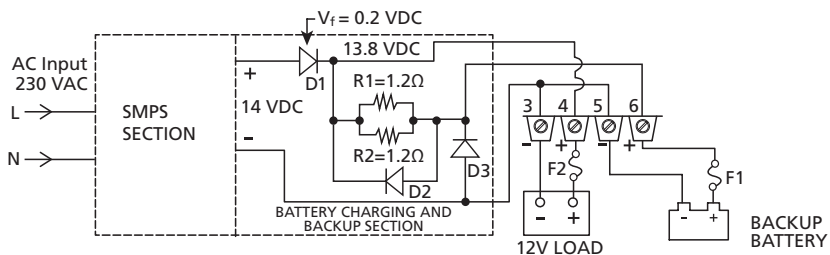

Abbildung 3.1 Schaltplan - Batterieladung / Backup
Bitte beachten Sie den Schaltplan in Abbildung 3.1.
Bitte beachten Sie Abbildung 3.1
- Zweig 2 für Batterieladung und Backup:** Zum Batterie-positiven Anschluss (6 in Abbildung 3.1) über 2 x 1,2 Ohm parallel geschaltete Widerstände R1 und R2 (2 x 1,2 Ohm parallel geschaltete Widerstände haben einen effektiven
Unter Verwendung der oben genannten Gleichung 1 wird festgestellt, dass der effektive Serienwiderstand von $0,6 \text{ Ohm}$ den Ladestrom begrenzt. Der Ladestrom wird höher sein, wenn die Batterie stärker entladen ist, und wird sich progressiv reduzieren, wenn die Batteriespannung steigt, während sie geladen wird. Der bewertete Ladestrom von 4A basiert auf der Versorgungseinheit, die 21A zur Last liefert, und gleichzeitig eine typische 100-Amperestunden (Ah) Batterie lädt, die auf 11,1V entladen ist (70% entladen bei Entladungsrate von 23A, das entspricht etwa 5 Stunden Entladungsrate von C/5). Wenn die Batterie auf die Schwimmspannung von $13,5V \pm 0,2V$ geladen wird, wird der Ladestrom auf einen sehr niedrigen Wert von etwa $0,1\%$ ihrer Amperestundenkapazität reduziert, um ihren Selbstentladung auszugleichen. Zum Beispiel wird bei Verwendung einer 100Ah Kapazitätsbatterie der Schwimm-Ladestrom $0,1\%$ von 100Ah betragen, also $0,1\text{A}$. Daher wird durch Anwendung der Gleichung 1 in Abschnitt 3.3.2.3 oben die Spannung an den Batterieanschlüssen (5, 6 in Abbildung 3.1) gemäß den Tabellen 3.2.1 und 3.2.2 wie folgt sein:
Beispiele für Spannungen an den Batterieanschlüssen (5, 6 in Abbildung 3.1) bei verschiedenen Lade- / Entladezuständen sind in Tabelle 3.4 unten angegeben:
nicht reguliert und die Spannung an den Lastanschlüssen (3, 4, Abbildung 2.1) wird abfallen. Ein Teil des Überlaststroms über 27A wird nun von der Batterie bereitgestellt und die Batterie beginnt, diesen Differenzstrom zu entladen. Zum Beispiel, wenn der Überlaststrom 40A beträgt, wird der Netzteilbereich 27A bereitstellen und die Batterie wird die restlichen 13A bereitstellen. Die Batterie wird mit 13A entladen werden. Die Spannung an den Batterieanschlüssen (5, 6, Abbildung 2.1) wird anfangen zu fallen und wird der Spannung entsprechend ihrem tatsächlichen Ladezustand entsprechen. Die Spannung an den Lastanschlüssen (3, 4 in Abbildung 2.1) wird bis zu 0,4 VDC unter der Spannung an den Batterieanschlüssen (5, 6 in Abbildung 2.1) sein aufgrund des Vorwärtsspannungsabfalls über die Diode D2 (Abbildung 3.1). Dieser Abfall hängt vom durch diese Diode gelieferten Strom ab (Tabelle 3.3). Die externe 25A-Sicherung (F2, Abbildung 2.1) auf der Lastseite wird nur bei anhaltenden Strömen $\geq 25A$ für > 100 Sekunden auslösen, aber nicht bei höheren kurzzeitigen Stromspitzen, die durch ihre Zeit-Strom-Eigenschaften bestimmt werden. Basierend auf den Zeit-Strom-Eigenschaften von 32V, 25A Sicherung Typ ATC-25 von Cooper Bussmann kann die Sicherung extrem hohe Ströme für kürzere Dauer durchlassen, wie folgt:
Im Falle einer Verpolung der Batterieanschlüsse wird die interne Diode, die über die Batterieausgangsanschlüsse geschaltet ist (D3, Abbildung 3.1), in Durchlassrichtung betrieben und die externe 32V, 25A Batterieseite-Sicherung (F1, Abbildung 2.1) wird auslösen.